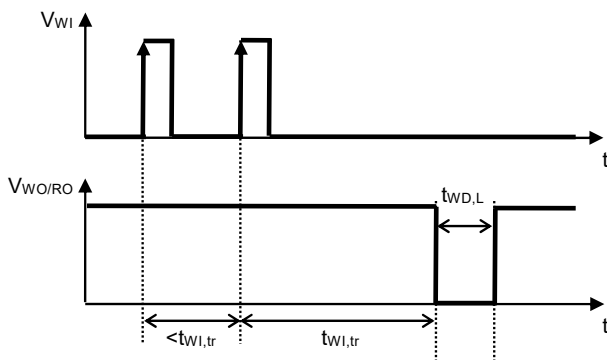

图8 看门狗触发时间
- *1. 看门狗定时器进行超时或双脉冲检测后, WO / RO端子保持 "L" 的时间 (参阅图8)。此值可以通过 C_{DLY} 的电容值进行更改。
- *2. 从看门狗定时器开始进行触发信号检测后, 到检测出超时, 并且WO / RO端子输出变化为 "L" 为止的时间 (参阅图8)。此值可以通过 C_{DLY} 的电容值进行更改。